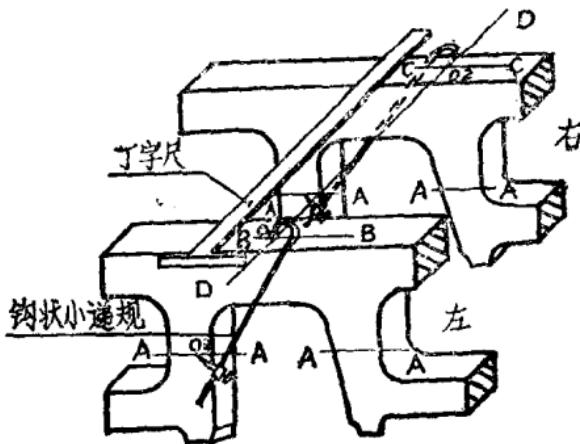

图 1-5
3. 用专用丁字尺，以车架外侧面为基准，在适当位置，沿丁字尺划出D-D线，该线与B-B、C-C线交于O₁、O₂两点（也可不用丁字尺，采用作B-B线或C-C线垂直平分线的方法，划出D-D线）（图1-5）。